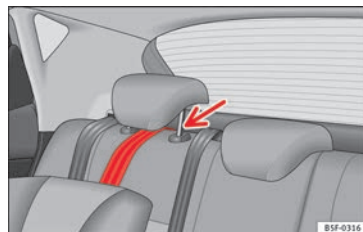

Fig. 34 Cinghia di fissaggio: regolazione corretta e montaggio.
- Collocare la cinghia al di sotto del poggiatesta del sedile posteriore »» fig. 34 (sollevare il poggiatesta se necessario).